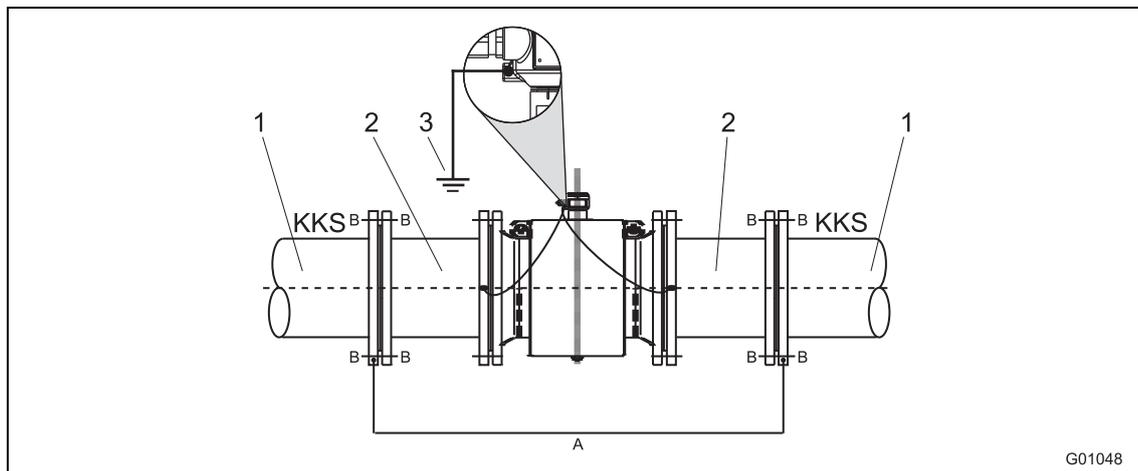

Fig. 32: Sensor con tierra funcional
- Si en tuberías aisladas en el interior hay que contar con corrientes parásitas vagabundas (p. ej., en tramos largos cerca de dispositivos de alimentación de corriente), se deberá prever un tramo de tubería pulida de una longitud de aprox. 1/4 DN por delante y por detrás del sensor para transmitir estas corrientes al sistema de medición (Fig. 32).
La Fig. 32 muestra la instalación referida en instalaciones catódicas anticorrosivas.